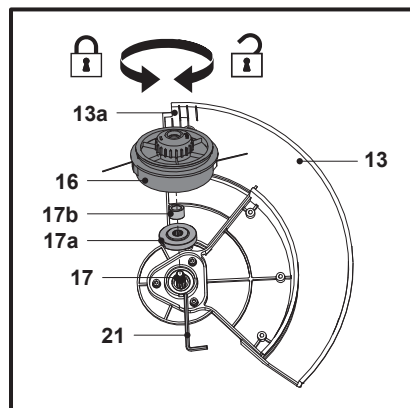

Fig. 9
1. Vérifier que le carter de protection (13) est correctement fixé.
2. S'assurer que la bague intérieure (17a) et la bride d'appui (17b) sont correctement montées sur l'arbre (17).
3. Tourner la bride d'appui (17b) jusqu'à ce que son trou soit aligné sur le cran du renvoi d'angle (15).
4. Insérer l'extrémité la plus grosse de l'outil multifonction (21) dans le trou pour bloquer l'arbre (17).
5. Visser la tête de coupe-bordures (16) sur l'arbre (17) et serrer à la main dans le sens inverse des aiguilles d'une montre (Fig. 9).
6. Retirer l'outil multifonction (21).